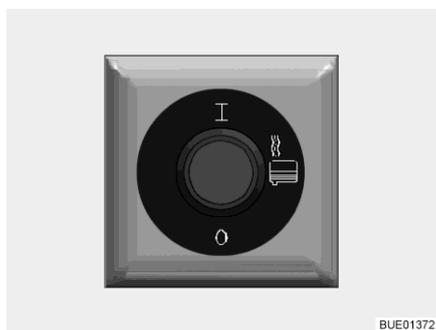

Fig. 264 Interrupteur pour le chauffage des eaux usées
- Appuyer sur la partie supérieure de l'interrupteur (Fig. 264). Le chauffage des eaux usées est allumé et empêche que les composants chauffés ne gèlent.